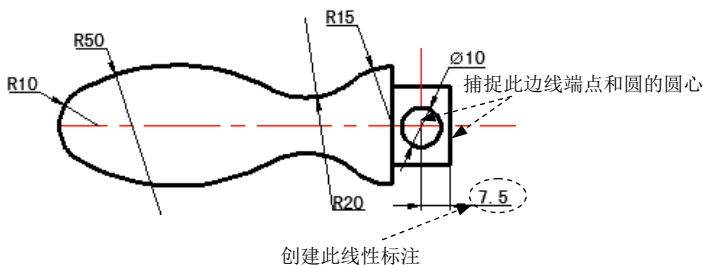

图 17.4.19 创建第一个线性标注
(1) 创建图 17.4.19 所示的第一个线性标注。选择下拉菜单 **标注(D)** **线性(L)** 命令，捕捉图 17.4.19 所示的边线的端点并单击，捕捉图 17.4.19 所示的圆心并单击，在绘图区的空白区域单击一点以确定尺寸放置的位置。